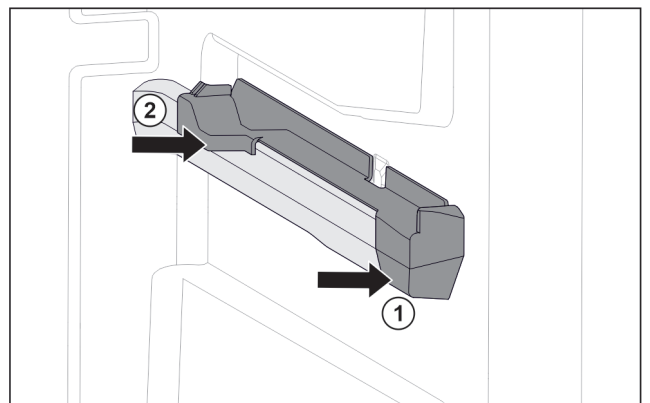

Fig. 119 Pieza de acoplamiento en la nervadura para recipientes derecha
- ▶ Coloque la pieza de acoplamiento delante en la nervadura para recipientes. Fig. 119 (1)
- ▶ Presione la pieza de acoplamiento por detrás. Fig. 119 (2)